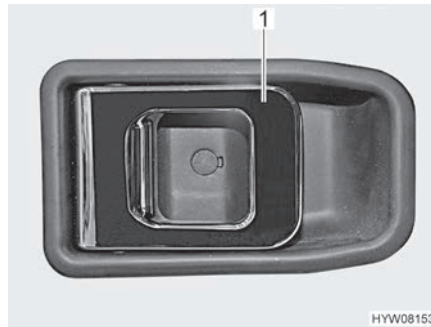

Bild 55 Dörrlås (förardörr, insida)
- Öppna:** ■ Drag i handtaget (Bild 55,1). Dörrlåset låses upp respektive öppnas.
- Låsa:** ■ Tryck ned handtaget (Bild 55,1). Dörrlåset låses.